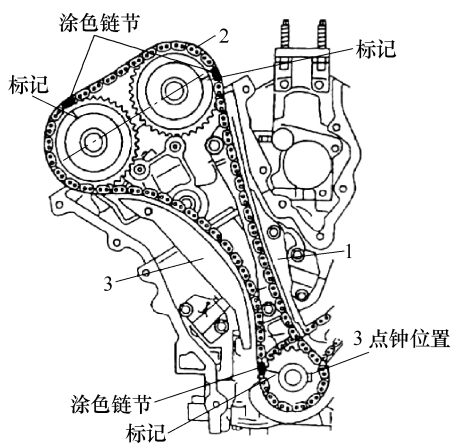

图 5-34 安装右侧正时链
8) 按下列顺序安装正时链条(右侧)，如图 5-34 所示。